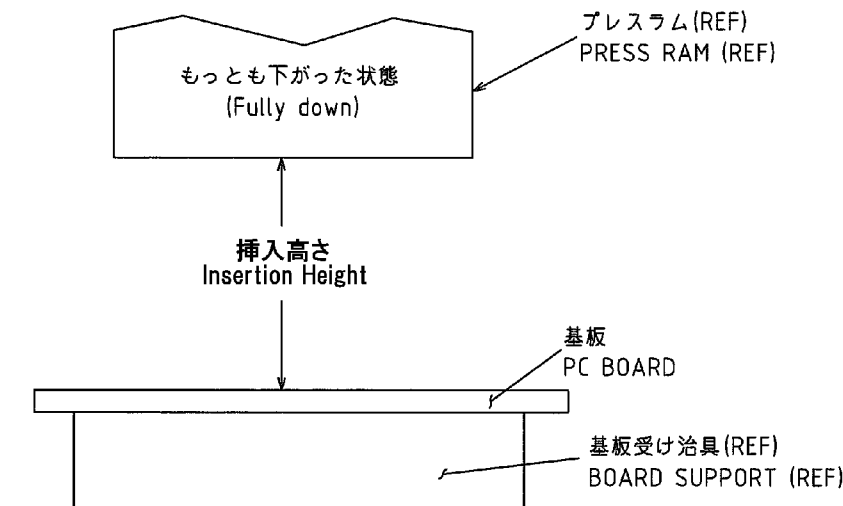

Fig.2
- (1) プレスラムの挿入高さを調整します。(Fig.2を参照)
- (1) Set Insertion Height of Press Ram shown in Fig.2.